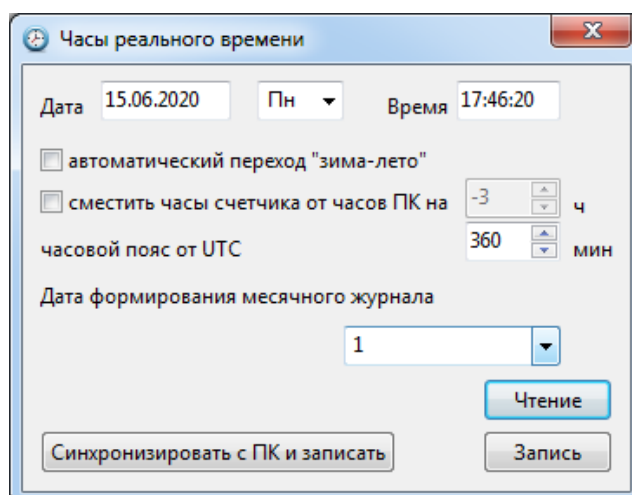

Рисунок 10. Окно «Часы реального времени»
6.3.3. Проверить состояние часов реального времени счетчика и изменить его, а также часовой пояс счетчика и дату формирования месячного журнала можно в окне «Часы реального времени» (рисунок 10), пункт меню «Теплосчетчик | Часы реального времени».